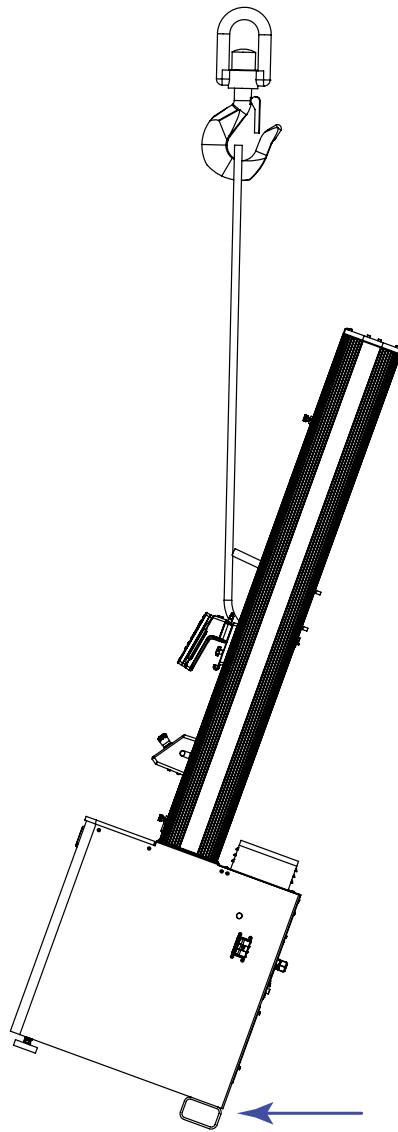

Figure 24. Redressement du bâti de charge
5. Redressez lentement le bâti de charge en position verticale (Figure 24 à la page 84).
Lors du levage, assurez-vous que les seules pièces en contact avec la palette d'expédition ou le sol sont les supports tubulaires à l'arrière de la base du bâti (indiqués par la flèche dans Figure 24 à la page 84).